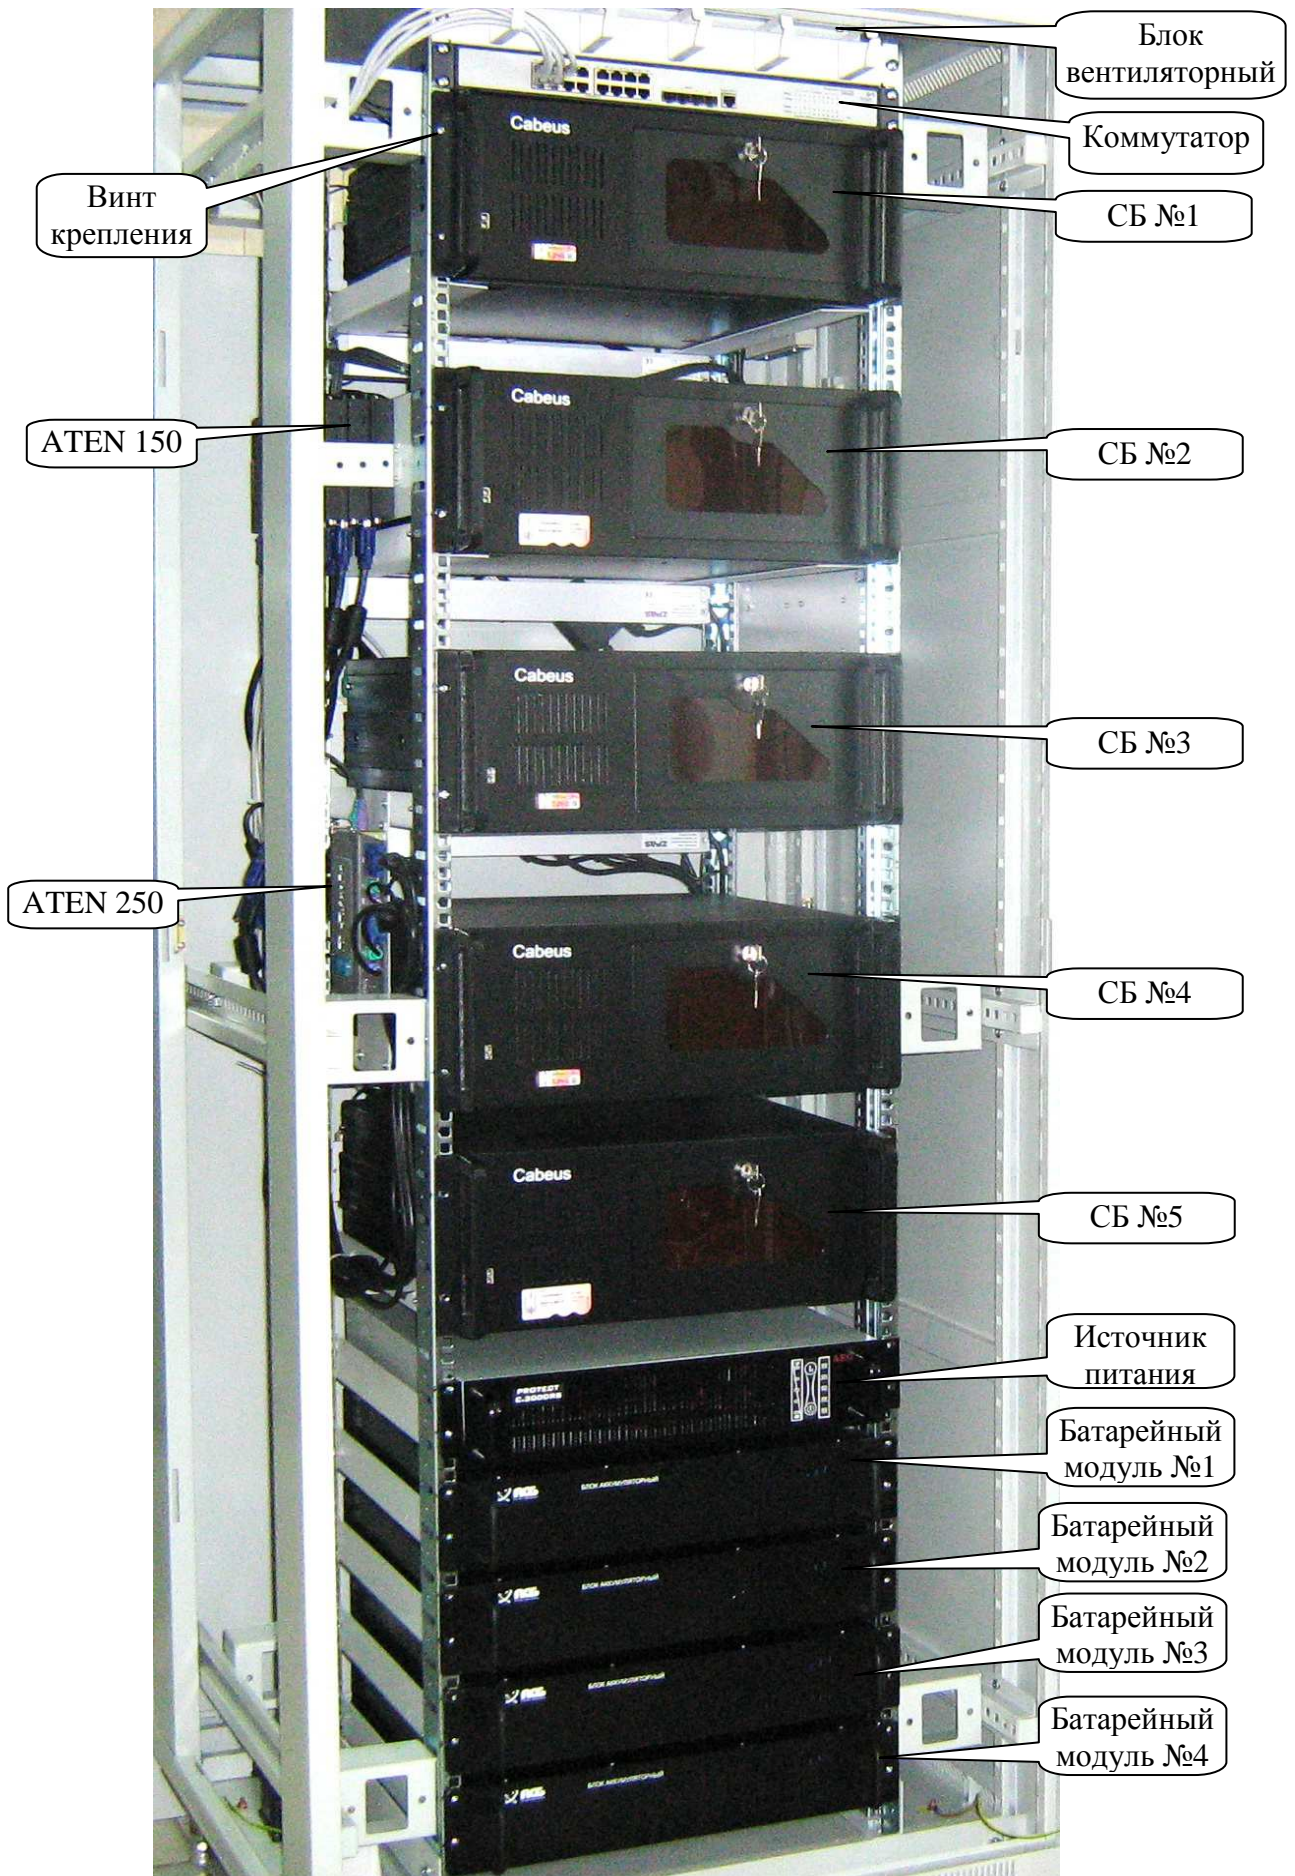

Рисунок 1. ПЦН-ПК-5, вид спереди
4.3 Установите в шкаф и закрепите винтами (рисунок 1):